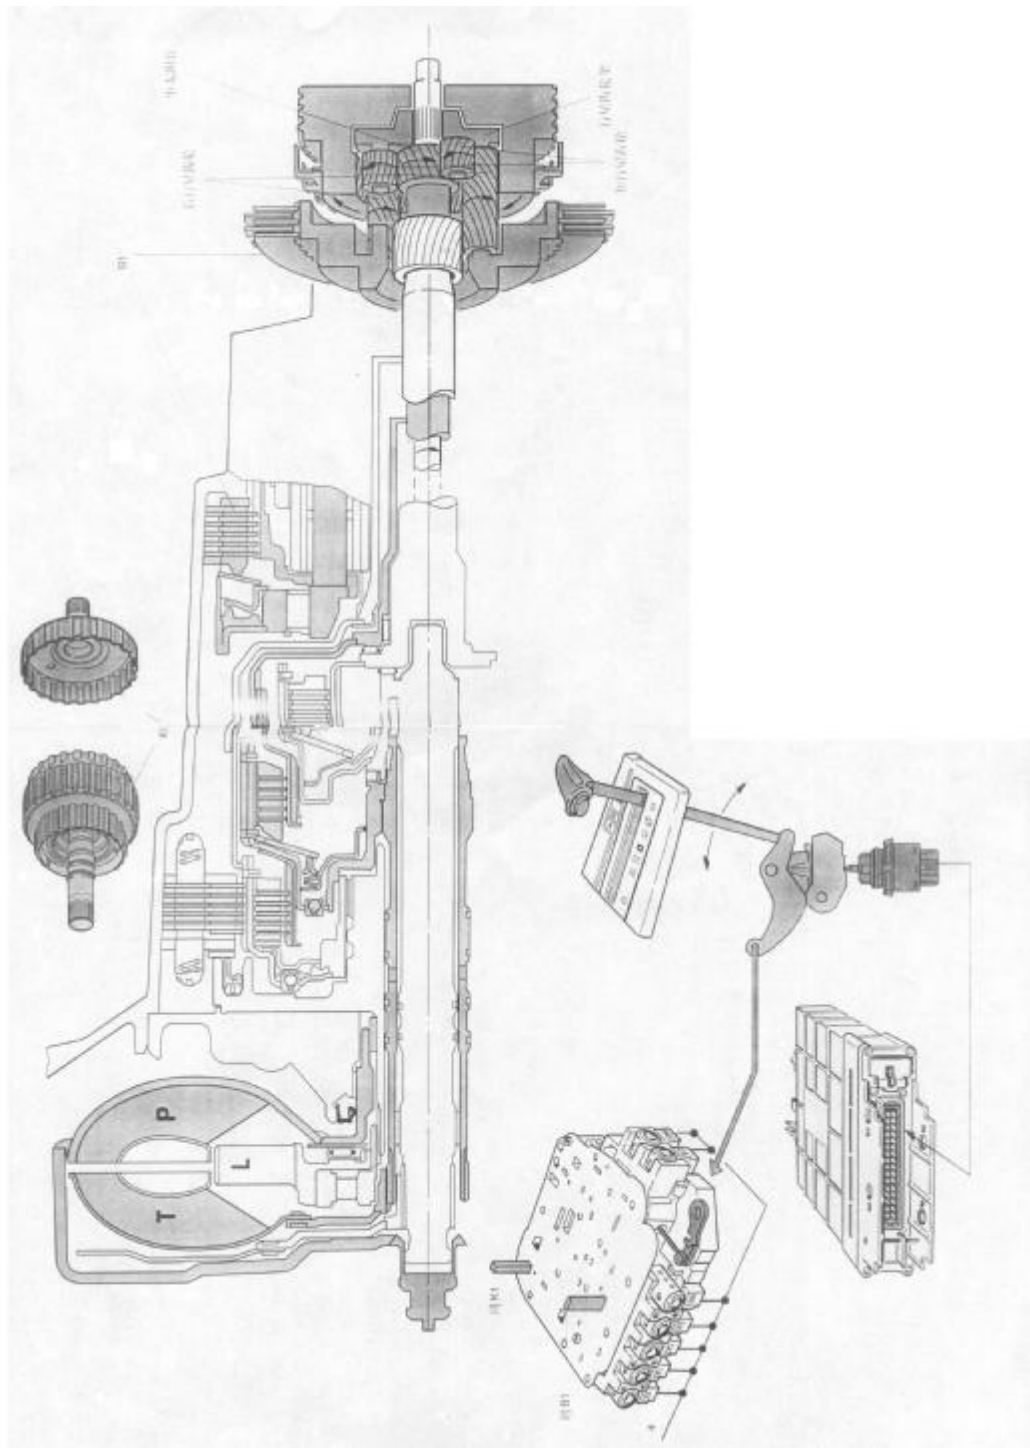

图 7-14 换挡杆位于手动 “1” 档动力传递路径
(8) 换挡杆位于手动“1”档时，通过手动阀门使变速箱挂入1档，手动阀门操纵片式离合器 K1 和片式制动器 B1 闭合，其它的控制功能都被切断。其动力传递路径为：泵轮→涡轮→涡轮轴→片式离合器 K1→小太阳轮→短行星齿轮→长行星齿轮驱动齿圈，如图 7-14 所示。片式制动器 B1 制动行星齿轮架，因此在手动 1 档时车辆可以实现加速和超速行驶。